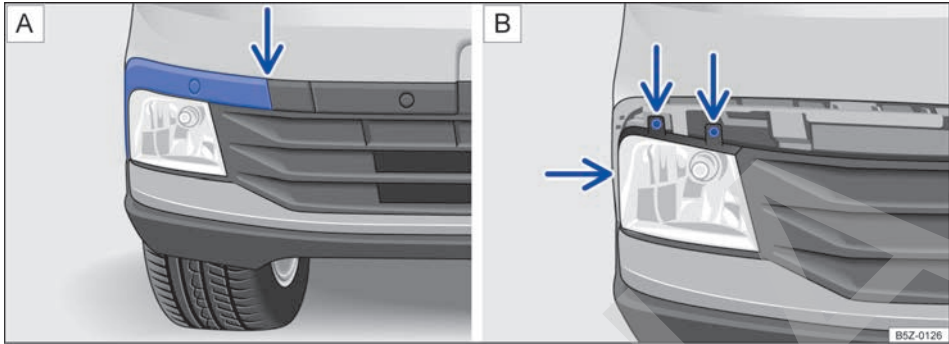

Fig. 142 En el parachoques delantero: **A** desinstalar la moldura del faro de neblina y **B** retirar los tornillos del faro de neblina.
Desencajar la moldura, con cuidado → , primero del lugar indicado por la flecha → fig. 142 A. Desmontar completamente para acceder a los tornillos del faro de neblina.
4. Retirar los tornillos indicados por las flechas → fig. 142 B.
14. las flechas → **fig. 142 B**, para fijar el farol de neblina.
15. Volver a colocar la moldura de izquierda a derecha → **fig. 142 A**.